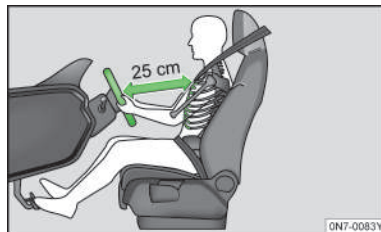

图4
- 调整好驾驶员座椅或方向盘，使方向盘与胸部之间的距离至少为25cm» 图4。如果没有保持上述最小距离，则安全气囊系统无法对您进行保护，会有生命危险！